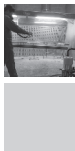

Fig. 6
- 3.- Dévissez la poignée du pistolet (figure 6).